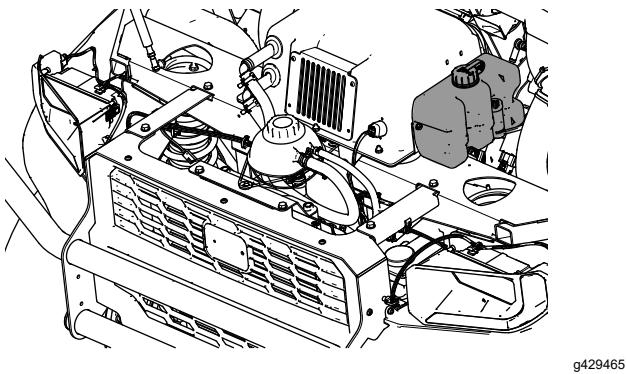

Рисунок 19
3. Если на машине установлен комплект ветрового стекла и стеклоочистителя, установите бачок омывателя на боковой стороне узла блока обогревателя, как показано на Рисунок 19.